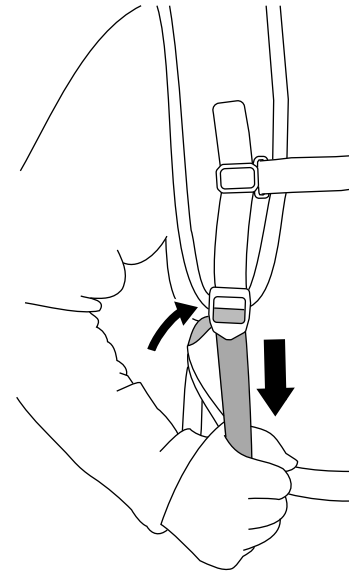

Figura 11
4. Tire hacia abajo del tensor de cada hombrera hasta que las hombreras estén ajustadas (Figura 11).